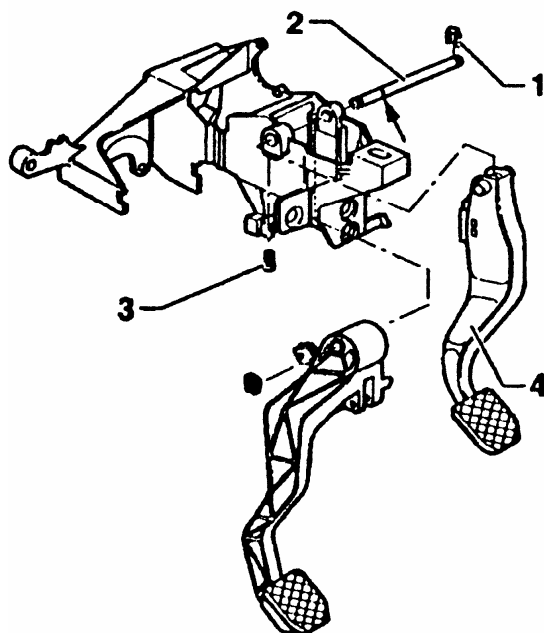

图 13-63 拆卸制动踏板
(6) 如图 13-63 所示，从离合器和制动器踏板枢轴上拉下锁止垫圈，松开内六角螺栓，直到其脱离凹槽（箭头）。向左推枢轴，直至可拆下制动踏板。拆下制动踏板。